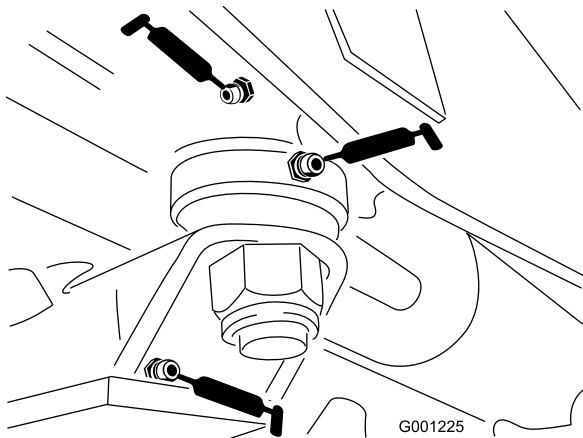

Figura 43
- Casquilhos da placa de direção (Figura 43)
- Casquilho do pino do eixo (Figura 43)